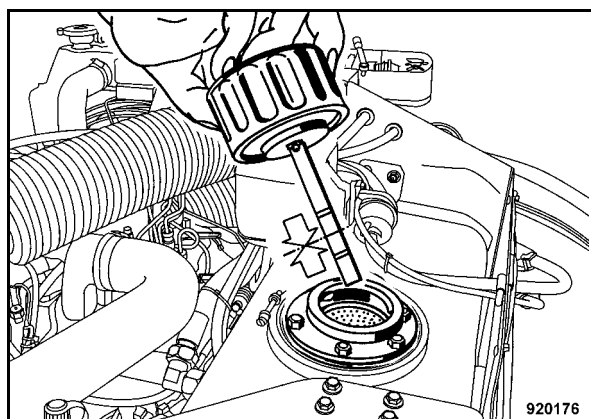

Fig. 130
- Comprobar el nivel del aceite hidráulico con la varilla de medición (Fig. 130).